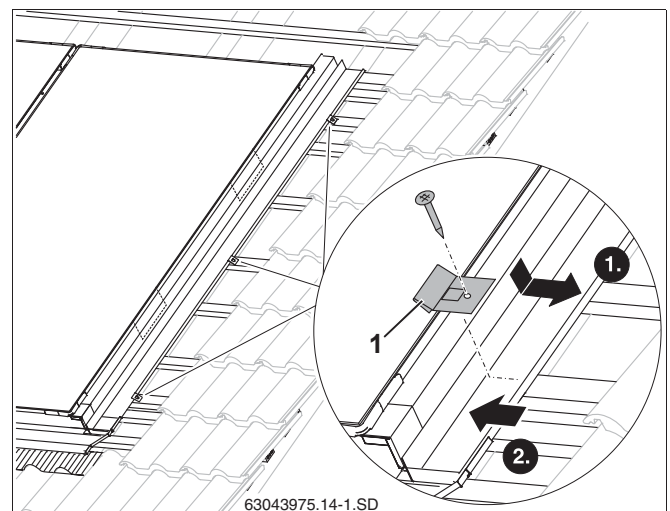

Рис. 49 Крепление бокового накладного листа
- ▶ Уложите прихват (рис. 49, **поз. 1**) в кант бокового накладного листа.